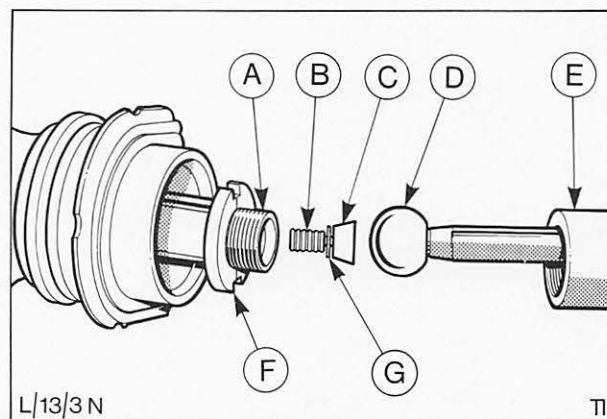

Abb. 23 Zerlegen der Spurstangenanordnung
5. Jede Spurstangenanordnung mit Werkzeugen 13-001-01 und 13-001-02 auseinanderbauen, Abb. 23.